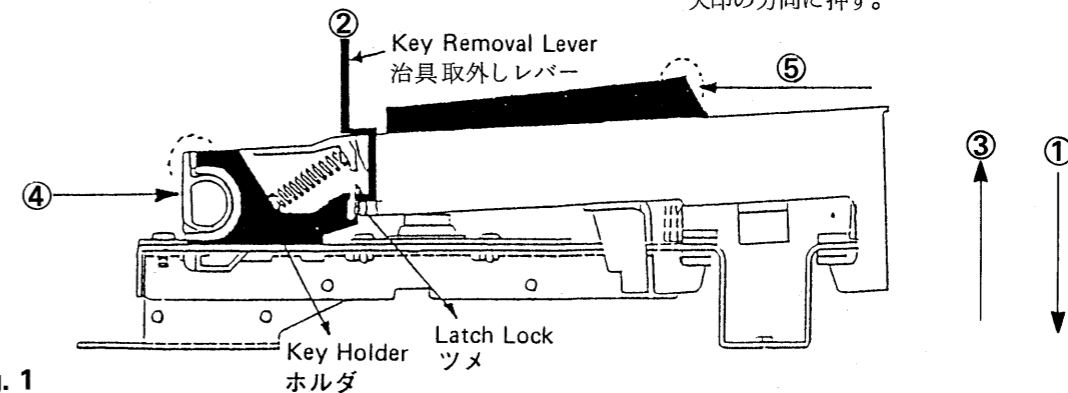

Fig. 1
**SK-6 キー取外し方 (Fig.1)****白鍵**
1. (取外す)キーを押しながら“鍵盤取外し治具”をキーホルダのツメに引っかける様に挿入する②。
2. キーの前端を持ち上げながら③、キーの後端を④の矢印方向に押す。